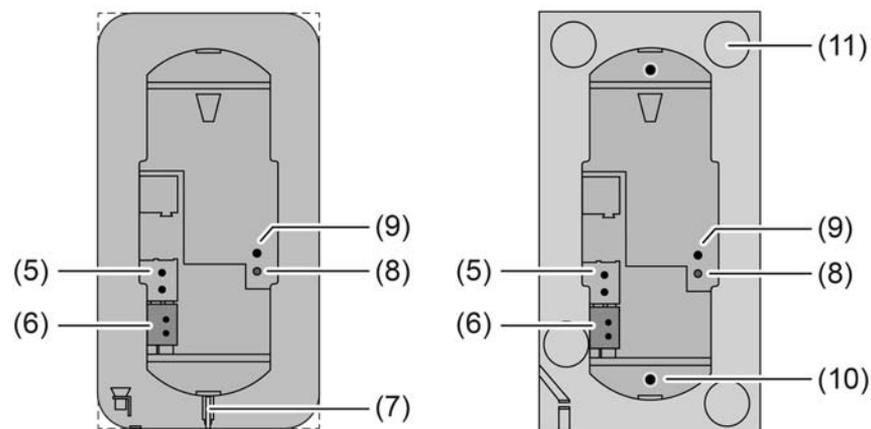

Bild 2: Geräteaufbau Rückseite
- Die Klebeplätze für die Haftpunkte auf der Rückseite des Glas-Sensors (11) von Verunreinigungen befreien (Bild 2).